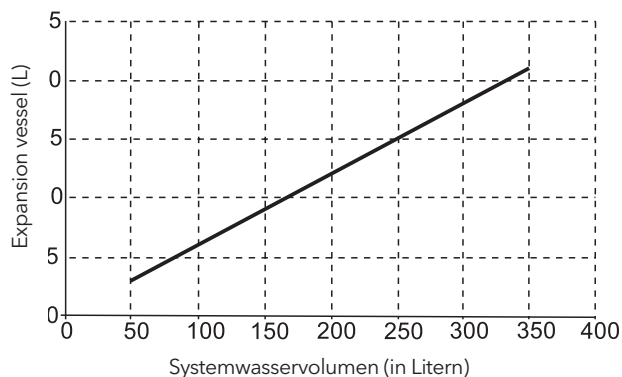

figure 1
- Falls keine Glykollösung im System vorhanden ist, sollte bei einem Stromausfall oder Ausfall der Pumpe das gesamte Wassersystem entleert werden, wenn die Wassertemperatur im kalten Winter unter 0°C liegt (wie in Abbildung 1 unten dargestellt).